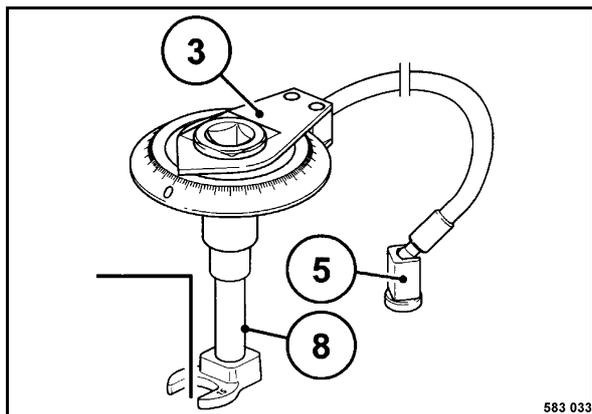
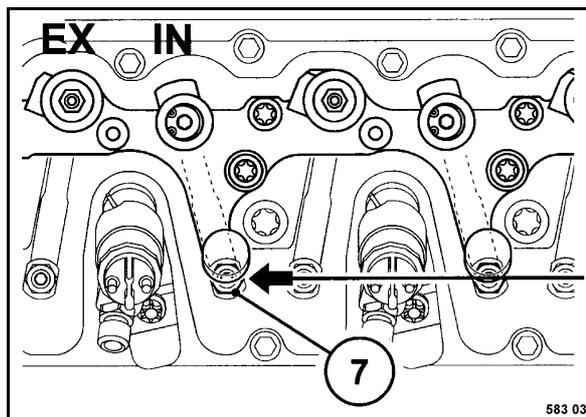

Fig. 201
Fig. 202
- Applicare il disco angolo di rotazione 3 (Fig. 201) con chiave a zappa di gallina (8) sulla vite di registrazione valvola 7 (Fig. 202) sulla valvola di aspirazione.
- Fissare il magnete 5 (Fig. 201) del disco angolo di rotazione.
- Girare il disco angolo di rotazione 3 (Fig. 201) in senso orario fino al contatto (leva a bilanciere senza gioco) e azzerare la scala.
- Girare il disco angolo di rotazione 3 (Fig. 201) in senso antiorario fino all'angolare di rotazione predefinito (90°).